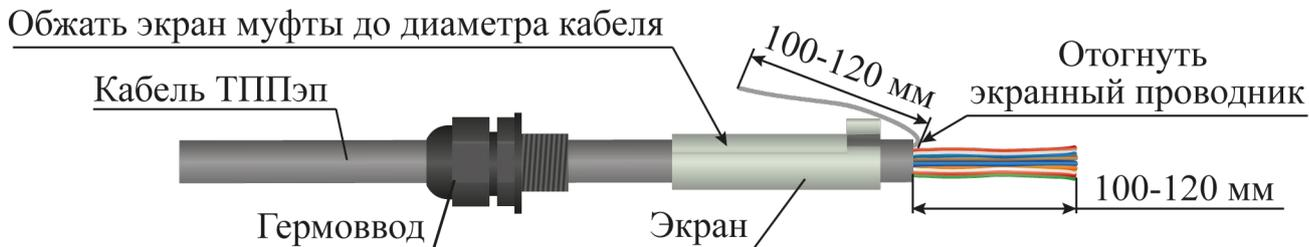

Рисунок 4.5
– надеть на оболочку кабеля ТППЭп в следующей последовательности: гермоввод, экран устройства оконечного (рисунок 4.5);
– обжать экран устройства оконечного до диаметра кабеля ТППЭп с помощью плоскогубцев (рисунок 4.5);
– снять оболочку со свободного конца кабеля ТППЭп длиной 100 - 120 мм (рисунок 4.5);
– экраный проводник отвести в сторону (рисунок 4.5);